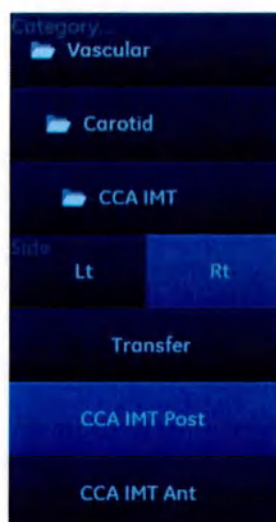

Рис. 8-63. Меню измерения ТИМ (инструмент измерения ТИМ на задней стенке правой общей сонной артерии)
5. Выберите соответствующий измерительный инструмент для ТИМ. Если измеряется ТИМ задней стенки правой общей сонной артерии, выберите **Rt** и **CCA IMT Post** (Общ.сонн.арт. - ТИМ - задн.) (Рис. 8-63).